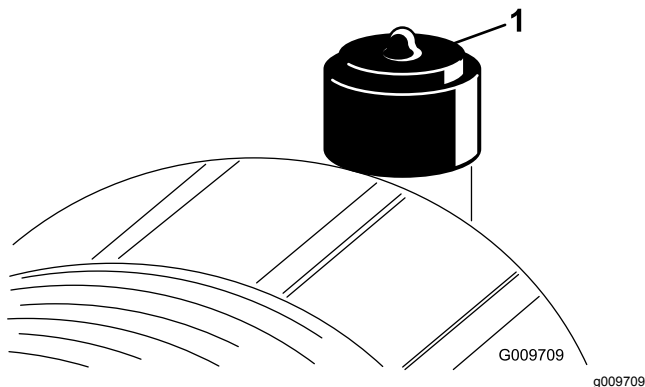

Figura 69
Revise el filtro del limpiador de aire únicamente cuando el indicador de mantenimiento lo requiera (Figura 69). El cambiar el filtro antes de que sea necesario sólo aumenta la posibilidad de que entre suciedad en el motor al retirar el filtro.
2. Reinicie el indicador (Figura 69) si se ve rojo.